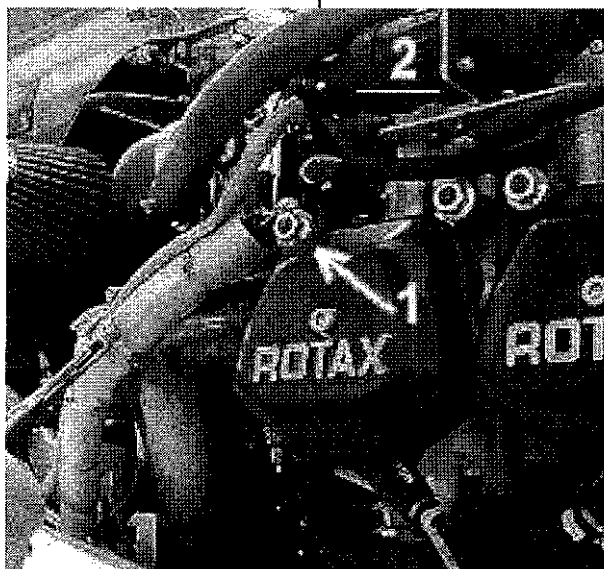

Fig. 2
- 5a. Scollegare i cavi di massa (part. 1 in fig. 2) dal cilindro n. 3 (anteriore sinistro) e rimuovere la guaina protettiva del fascio di cavi di massa.
- 5b. Scollegare il connettore elettrico del generatore ausiliario, se installato (part. 2 in fig. 2).
- 5a. Disconnect the earth cables (item 1 in fig. 2) from cylinder n. 3 (front left) and remove the sheath from the bundle of earth cables.
- 5b. Disconnect the electric connector of the auxiliary generator, if installed (item 2 in fig.2).